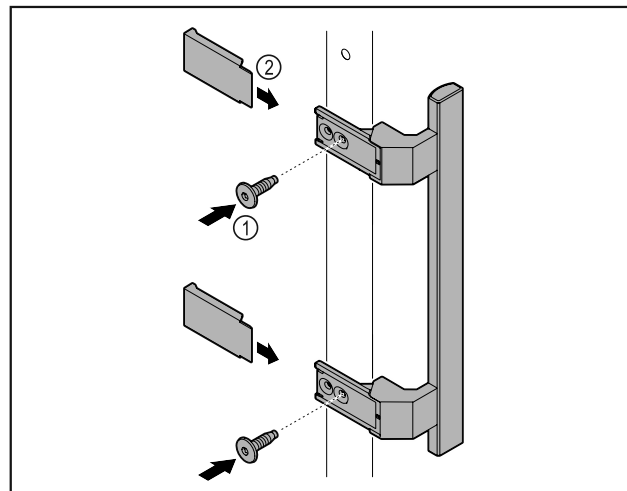

Fig. 58
- ▶ Установите на двери ручку из набора принадлежностей, используя прилагающиеся винты Fig. 58 (1).
- ▶ Установите крышку Fig. 58 (2).